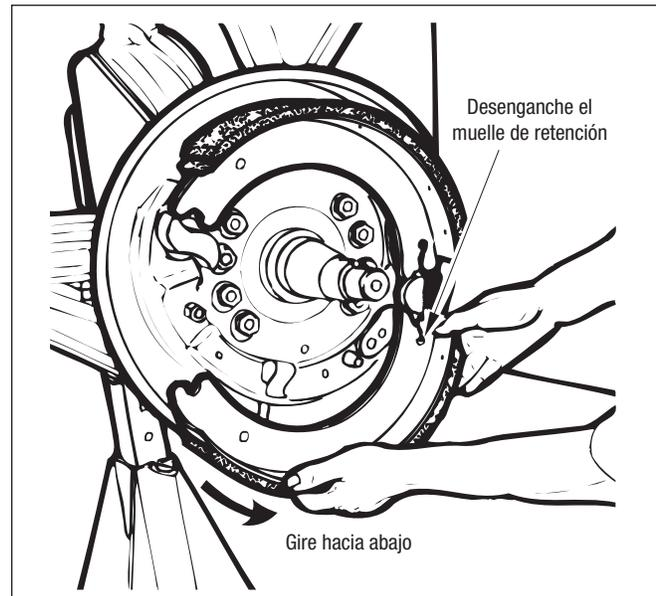

Figura 18 – Desmontaje de la zapata inferior
5. Estire el muelle de retorno de la zapata y desenganche de la costilla de zapata superior. *Consulte la figura 18.*